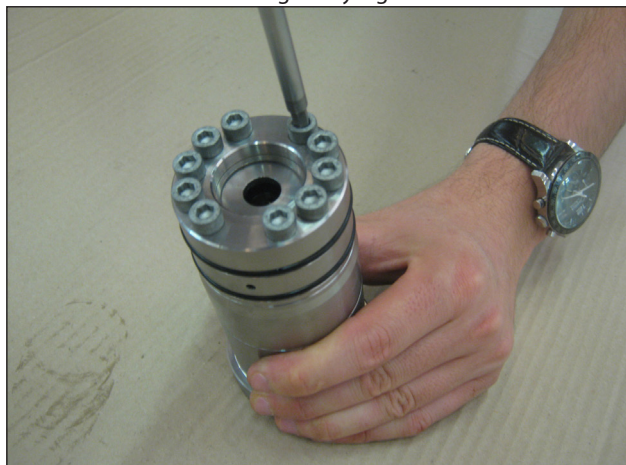

Fig. 124
- Extraer los tornillos M8x100 que fijan el soporte de las juntas LP y el soporte de las juntas HP a la camisa como se indica en la Fig. 124 y desmontar todos los componentes como se indica en las Fig. 125 y Fig. 125/a.